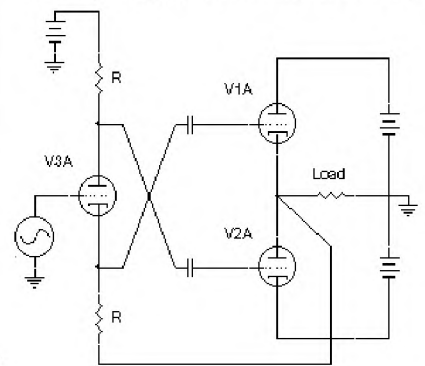

**Рис.23**
**SEPP OTL.** В том же 1951-м Петерсон и Синклер предложили схему асимметричного двухтактного каскада, названного Single-Ended Push-Pull (рис. 22), который впоследствии нашел широкое применение в транзисторной технике. Но это в транзисторной технике, которые бывают двух типов проводимости. Поскольку «позитронных» ламп, complementарных обычным электронным, не бывает, то в ламповой технике такой каскад в силу явной асимметрии выходных сопротивлений верхнего и нижнего плеча, а также сложности получения напряжений раскачки, в чистом виде широкого распространения не получил, хотя попытки коммерческого применения и были (рис. 23, SEPP OTL с выходом на 600 Ом).